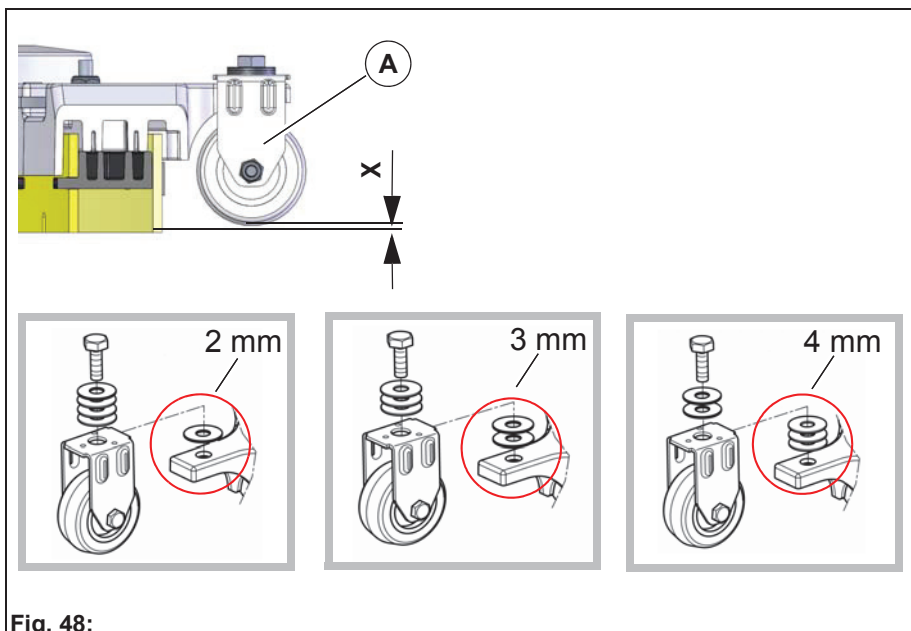

Fig. 48:
Le réglage en hauteur (X) des galets d'appui **Fig. 48-A** est réglé en usine sur 3 mm. Si, malgré un réglage optimal de l'inclinaison, des traces apparaissent, alors il faut régler l'écart entre les galets d'appui et le bord inférieur de la bande d'étanchéité en modifiant le nombre de rondelles sous le support des galets d'appui.